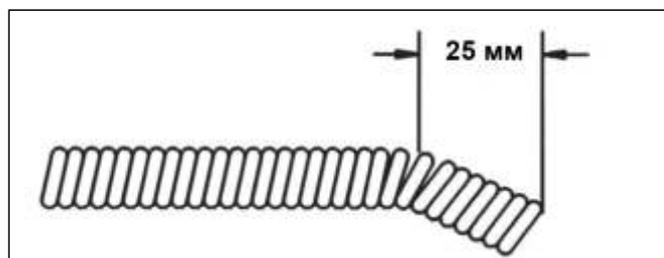

Рис. 2
1. Используйте плоскогубцы для того, чтобы сделать изгиб на конце спирали. Изгиб должен быть приблизительно под углом 30 градусов и на расстоянии 25 мм от хвостовой части спирали. (См. рис. 2)